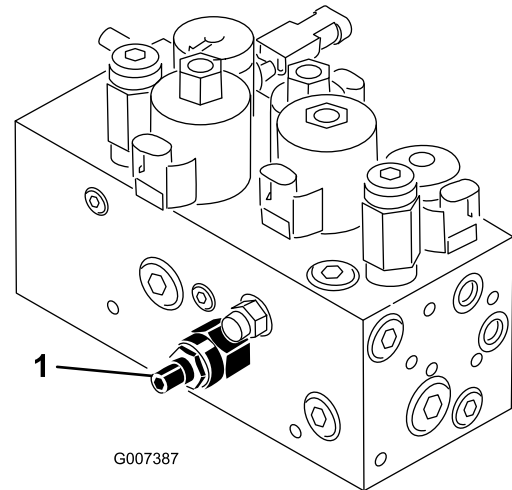

Bild 55
Der Hub-/absenkungskreis der Mähwerke ist mit einem Stromventil ausgerüstet (Bild 55). Dieses Ventil wird im Werk um ungefähr 3 Umdrehungen geöffnet. Zum Ausgleichen unterschiedlicher Hydrauliköltemperaturen und Mähgeschwindigkeiten usw. müssen Sie dieses Ventil jedoch u. U. einstellen. Gehen Sie dabei folgendermaßen vor:
1. Klappen Sie den Sitz hoch und finden Sie das Hauptregulierungsventil für das mittlere Zuggestell (Bild 55), das sich neben dem Hydraulikverteiler befindet.